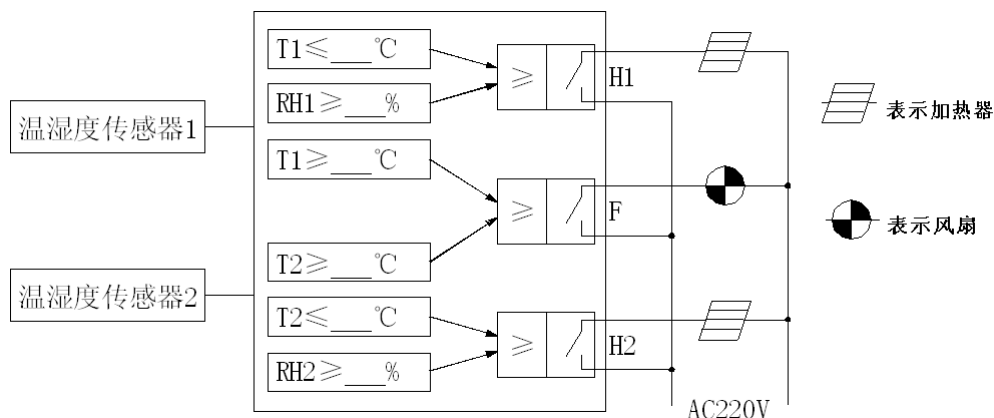

图 2.2 温湿度控制关系
2) 数字式温湿度控制，可测量并采用 LED(ASD200)或 LCD(ASD300、ASD310、ASD320)显示现场环境的温度和湿度，带有加热、鼓风控制接点，可根据需要，自行设定加热、除湿、鼓风的上下限。传感器及其相关的参数及控制接点关系如图 2.2 所示。